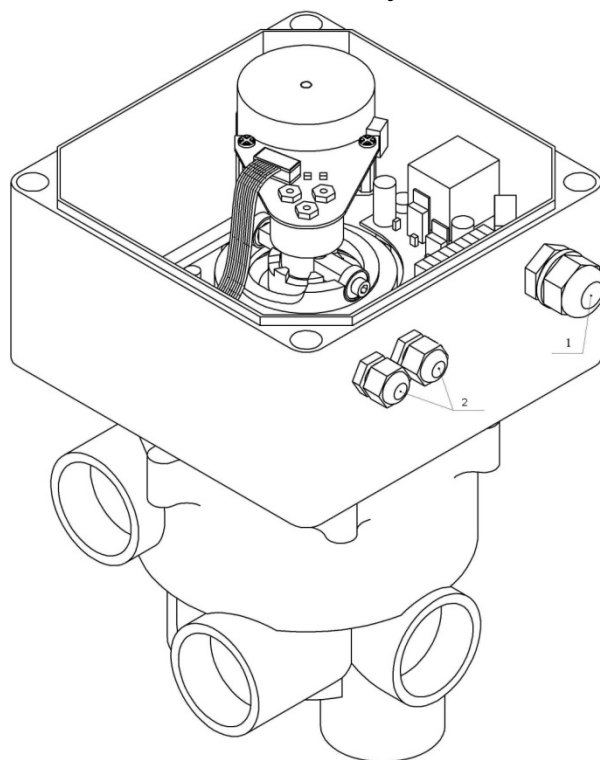
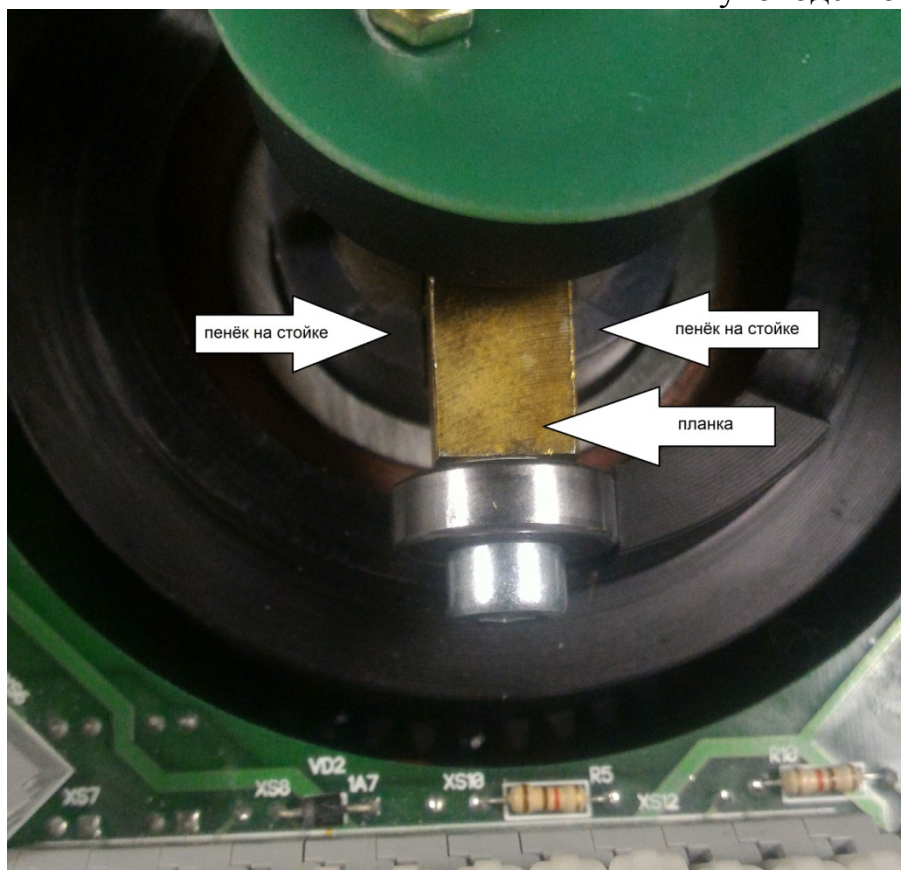
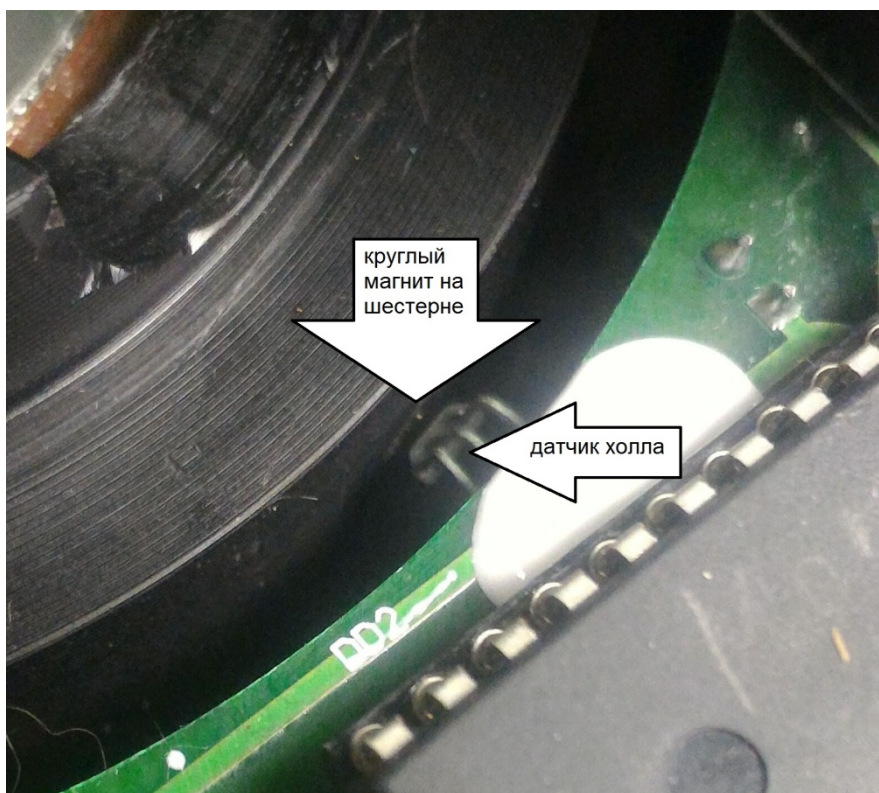

Рис. 1
Рис. 10
Рис. 11
Блок «АВТО» представляет собой электронное устройство в пластиковом корпусе (см. рис.1). Корпус состоит из двух частей, собственно корпуса (1) и крышки без петель. Для соединения корпуса с крышкой предназначены винты находящиеся по углам крышки. На крышке прибора схематично изображены основные режимы работы фильтра.
Прибор поставляется в сборе (см.рис.1- 6).
Снять адресную перемычку «J1» (находится рядом с кнопкой калибровки), нажать и держать кнопку (смотри рисунок 7), привод начнёт движение по часовой стрелке. Дождаться когда планка с меткой окажется в положении «фильтрация», через ~0,5 сек. после щелчка, отпустить кнопку (остановить привод). Положение планки (поз. 3, рис.1) должно быть **как на рис. 10**, то есть совпадать с прорезью на валу (между пеньками, но со смещением, ближе к левому). Перед тем как активировать процедуру калибровки (пункт 3), нужно проверить положение датчика холла (**Рис.11**), он должен быть точно напротив магнита в шестерне (подвести короткими нажатиями на кнопку «калибровка» магнит к датчику холла, можно аккуратно подогнуть при отключенном питании прибора, влево или вправо).